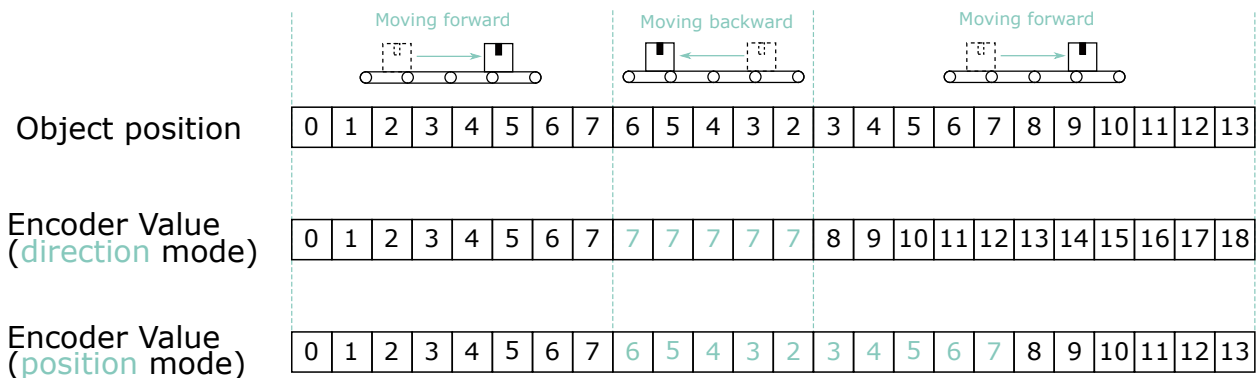

Figure 104: 编码器模块的两种不同驱动模式: (上图) **direction mode** 和 (下图) **position mode**。
**EncoderOutputMode** 功能可从以下两种驾驶模式中选择一种 (见图 104):